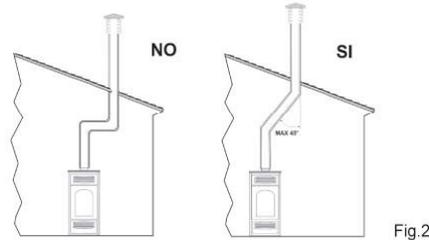

Fig.2
- La section interne doit être uniforme et de préférence circulaire : les sections carrées ou rectangulaires doivent avoir des angles arrondis avec un rayon non inférieur à 20 mm; un rapport maximum entre les cotes de 1,5; des parois les plus lisses possible et sans rétrécissement; des courbes régulières et sans discontinuité ou déviation par rapport à l'axe non supérieures à 45° (Fig. 2).